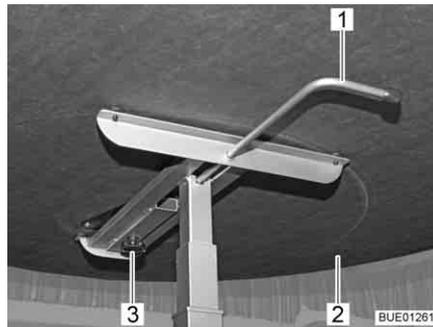

Fig. 63 Mesa elevadora, giratoria
- Aflojar el tornillo moleteado (Fig. 63,3).
- Girar el tablero de la mesa (Fig. 63,2) a la posición deseada.
- Girar la palanca de bloqueo (Fig. 63,1) hacia la izquierda. El bloqueo del mecanismo de elevación está abierto.
- Presionar el tablero de la mesa (Fig. 63,2) por el centro hacia abajo hasta el tope y mantener presionado.
- Girar la palanca de bloqueo (Fig. 63,1) hacia la derecha (Fig. 63). El mecanismo de elevación está bloqueado.
- Girar la palanca de bloqueo (Fig. 63,1) hacia la izquierda. El bloqueo del mecanismo de elevación está abierto. El tablero de la mesa se desplaza hacia arriba hasta el tope.
- Girar la palanca de bloqueo hacia la derecha (Fig. 63). El mecanismo de elevación está bloqueado.